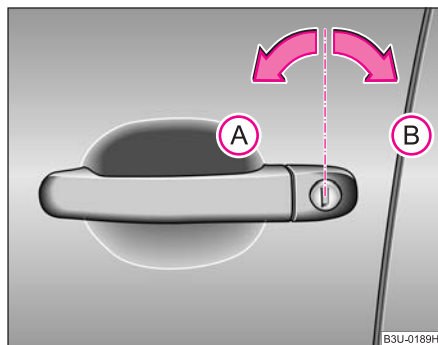

Fig. 22 Giros de llave para abrir y cerrar
- Gire hacia la izquierda la llave en la cerradura de la puerta del conductor a la posición de apertura (A) ⇒ fig. 22.
- Gire hacia la derecha la llave en la cerradura de la puerta del conductor a la posición de cierre (B) ⇒ fig. 22. ▶